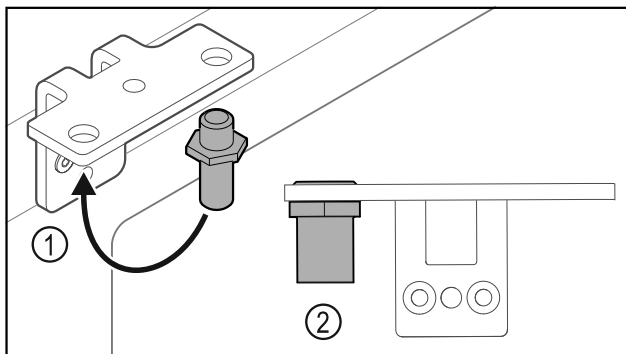

Fig. 35
- ▶ Sett om bolten Fig. 35 (1) i hengselvinkelen.
- ▶ Trekk til bolten Fig. 35 (2) med **et tiltrekingsmoment på 12 Nm**.